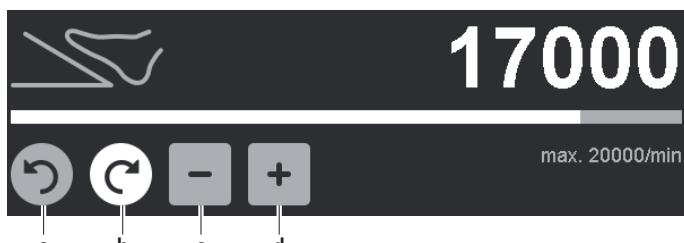

Abb. 6 Drehzahlbereichsobergrenze/Drehrichtung ändern
- Drehrichtung ändern (außer bei Bohrmaschine GA844): Inaktive, graue Drehrichtungstaste Rechtslauf/Linkslauf a/b betätigen, siehe Abb. 6.